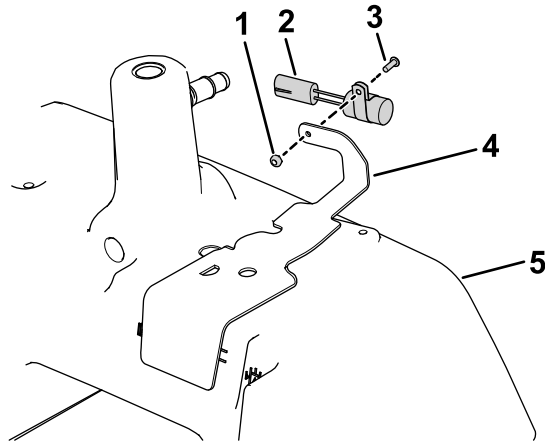

図 5
- ディーゼルモデルでは、オイルレベルカバーに遅延タイマーを取り付けるねじ $\frac{5}{8}$ "とロックナットを使用する 図 5を参照。
- オイルレベルカバーをセットするまでメイン油圧オイルタンクに固定しない 図 5。
- オイルレベルカバーとソレノイドバルブ・アセンブリを、メインの油圧オイルタンクに取り付ける六角ヘッドボルト2本とシールドブラケットを使用する 図 5。